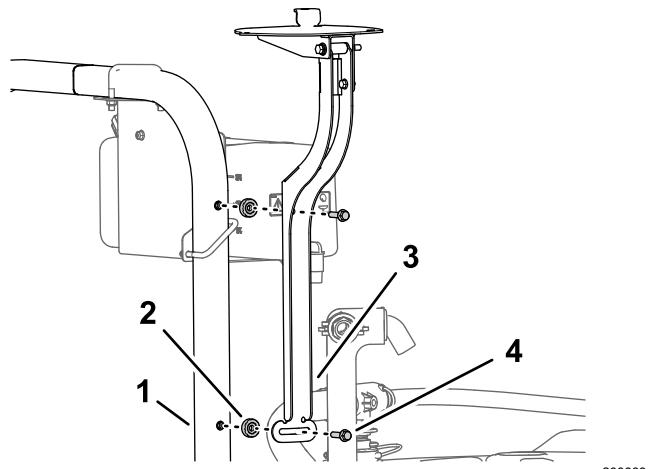

图156
1. 如图156所示用凸缘头螺栓 $\frac{3}{8} \times 1\frac{1}{2}$ 英寸将接收器安装支架和隔片 $\frac{3}{8} \times 7/16$ 英寸安装到翻车保护杆上。